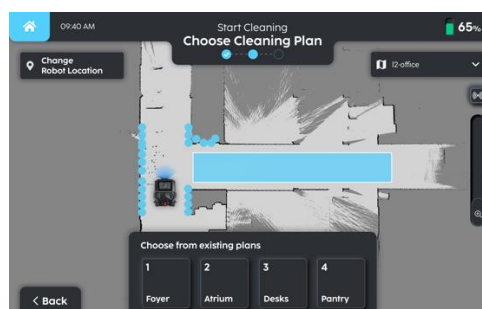

Fig. 4
4. La position du R3 VAC sur la carte est indiquée par une pointe de flèche (Fig. 4). Les points et segments sur la carte reflètent la vision du robot à travers le LIDAR.